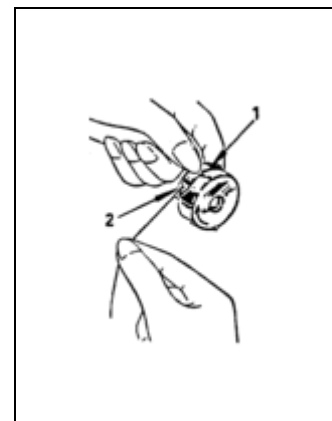
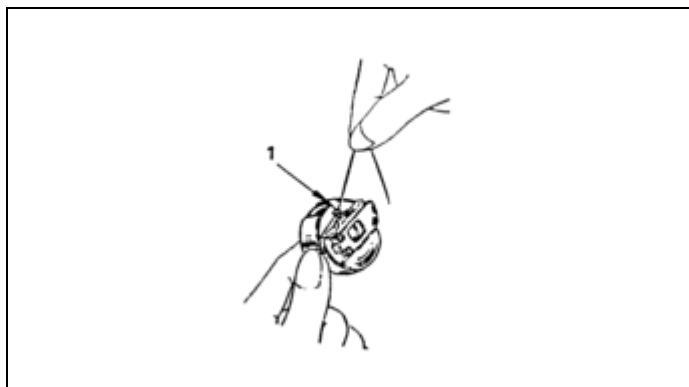

Fig. 10
Fig. 11
2. Puxe o fio da fenda 2 na extremidade da mola 1 (fig. 10) e passe-a através da guia de fio na caixa da bobina (1), deixando cerca de 60 mm de fio fora da carretilha (fig. 11)